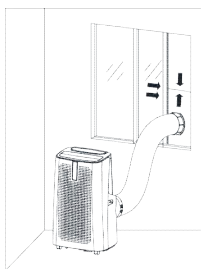
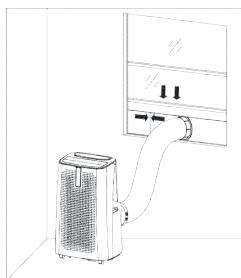

Bild 5
Bild 6
2) Förläng utblåsröret och knäpp fast utblåsrörets platta ände i hålet på förseglingsplattan för fönstertätning (se bild 5 och bild 6).